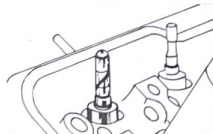
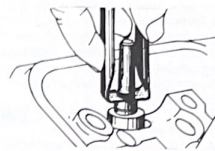

Fig. 1.15.—Capuchón de montaje, en plástico, colocado sobre el vástago de la válvula.
Fig. 1.16.—Pinza VSIT 2 para la colocación de la junta de estanqueidad de la guía de válvula.
- Poner en su sitio las juntas de estanqueidad. Para ello, colocar sobre las ranuras de las chavetas el capuchón de montaje en material plástico, que es suministrado con cada juego de juntas, y cortarlo a 18 mm de largo (fig. 1.15). Deslizar la junta a lo largo del capuchón hasta que se ponga en contacto con el extremo de la guía y terminar la colocación con la pinza de referencia VSIT. 2 (fig. 1.16).